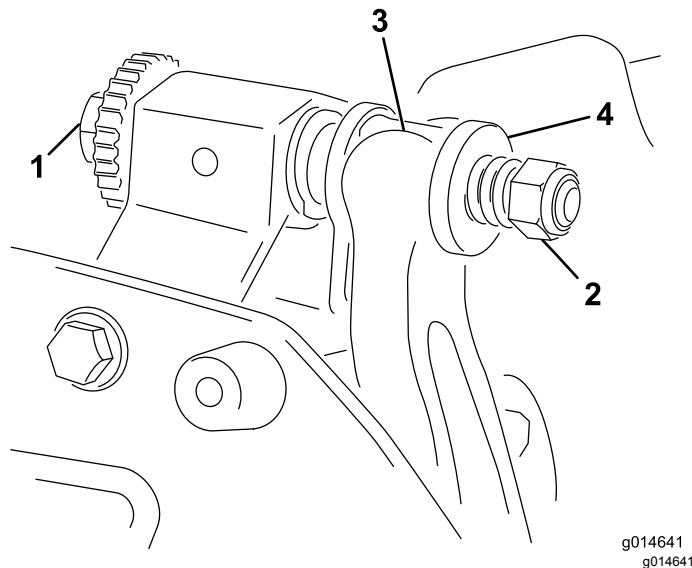

Рисунок 13
1. Поверните регулировочный болт планки неподвижного ножа против часовой стрелки, чтобы отвести неподвижный нож от барабана (**Рисунок 13**).
- Отвинчивайте гайку натяжения пружины до тех пор, пока шайба больше не будет нажимать на планку неподвижного ножа (Рисунок 13).
- Установите планку неподвижного ножа, расположив монтажные проушины между шайбами и регулировочным болтом планки неподвижного ножа (Рисунок 13).